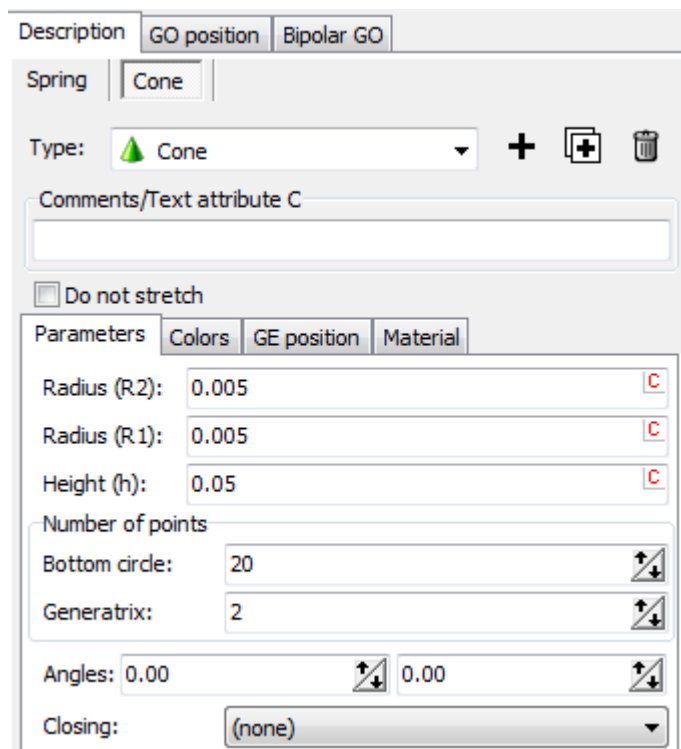

图 2.17
7. 点击 **Type** 一栏的按钮 **+**，添加一个 **Cone** 类型，如图 2.17 所示。